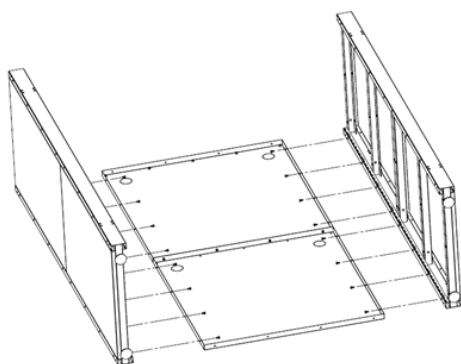

Рисунок 4
5.1.4. Установить к-т крыша/цоколь MODUL XL и закрепить при помощи винт M6x12 DIN 7985 -6\*2 шт., Гаяк кузовных M6- 6\*2шт и шурупов M4,2x16 DIN 7981 1\*2) См.рис.4. Повторить для второго к-та.